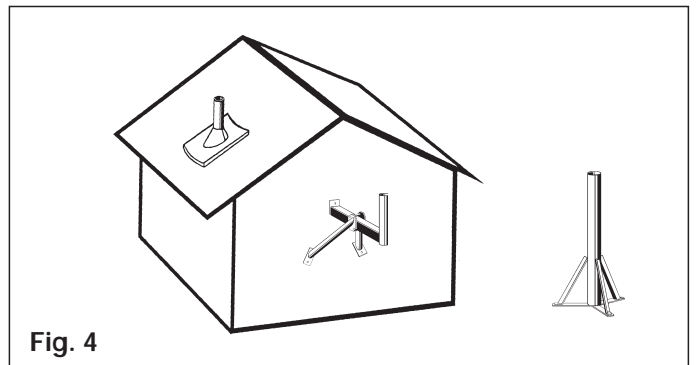

Fig. 4
5. Montage de l'antenne (Fig. 4)